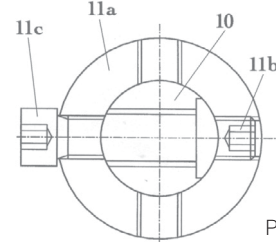

Рисунок 19
- 2.4 Поместите установочный винт (11с) в опору пружины, которая выровнена со скрытой стороной отверстия в стержне. (См. Рис. 19).